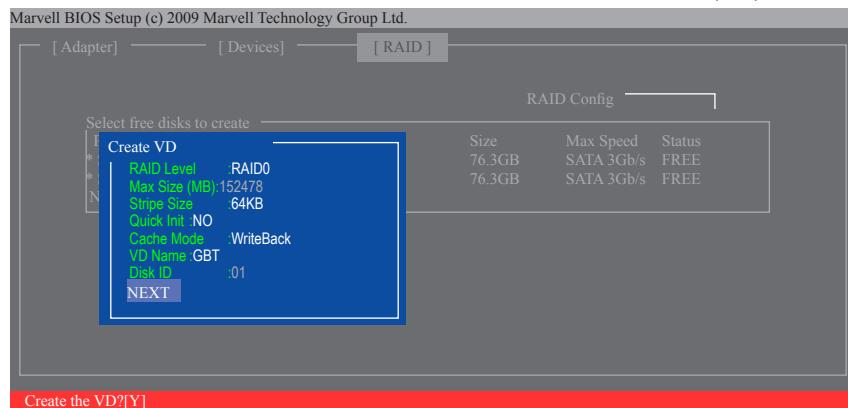

図8
6. **NEXT:**上の設定を完了した後、**NEXT**に移動して<Enter>を押しアレイの作成を開始します。確認を求められたら、<Y>を押して確認するか <N>を押してキャンセルします(図8)。